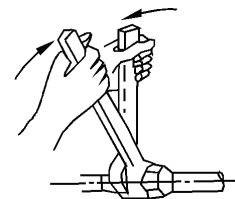

Fig.9-2
- puneți conductele de racordare în poziția corespunzătoare, strângeți șuruburile cu mâna apoi fixați simultan cu două chei. (Consultați Fig.9-2)